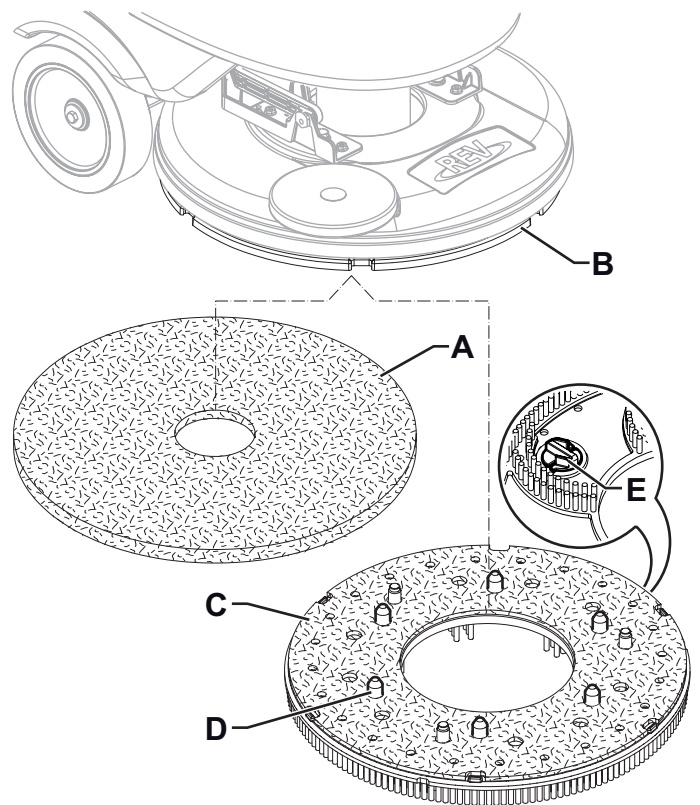

Figure 3
1. S'assurer que la tête REV (37) soit soulevée.
2. Éteindre la machine en appuyant sur le bouton (42) et enlever la clé opératrice (51).
3. En fonction du traitement à effectuer sur le sol, installer le disque (A, Fig. 3) ou la brosse (C, en option) en suivant les instructions ci-dessous :
- Placer le disque (A) sous la tête et l'appuyer jusqu'à la fixation avec le velcro du disque d'entraînement (B).
- Placer la brosse (C, optionnelle) sous la tête, puis faire correspondre les pions de centrage (D) aux trous respectifs du disque d'entraînement (B), ensuite accrocher la brosse avec les trois vis de fixation (E).